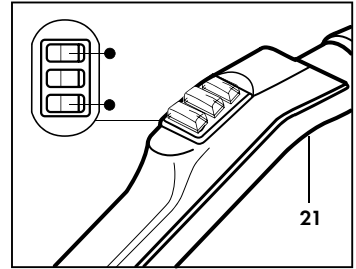

Fig. 19
Para parar el aparato, apagar los interruptores de mando situados en el mango (21) (**Fig. 19**); apagar los interruptores situados en el aparato y desconectar el enchufe de la toma de corriente.